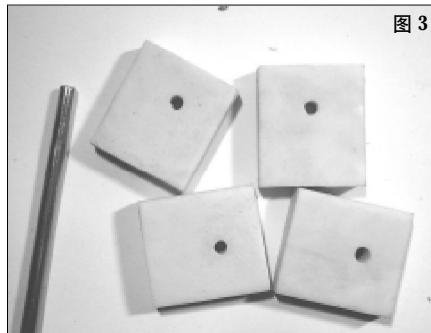

图3
3. 接着还要在橡皮上打孔。硬盘共有六个螺丝孔，一般使用四个就足够了，因此笔者准备了四块橡皮，准备用在硬盘的四个角上。根据硬盘螺丝孔的位置，在橡皮上钻好螺丝孔。在橡皮上打孔是比较容易的，但要想打出规则的孔，就需要一截收录机用的拉杆天线了（用来代替专门的打孔器），取一截天线，在橡皮上使劲一摁，就可以打好一个很美观的孔（图3）。如果阻力较大，还可以在天上沾点水，再旋转着钻进去。